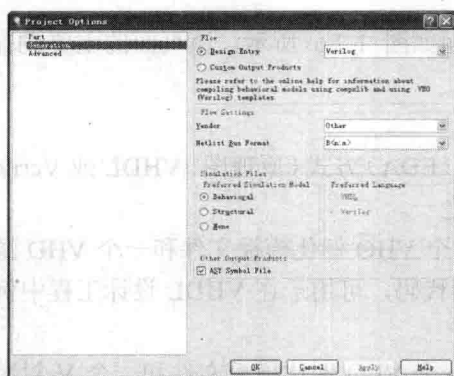

图 1.2.6 工程选项的生成页面
(2) 工程选项的生成页面。工程选项的生成页面如图 1.2.6 所示, 该页面的主要设置如下所述。
① 流程 (Flow)。